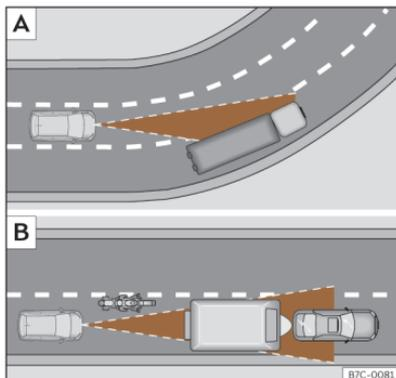

Fig. 112 **A** Véhicule à l'abord d'un virage. **B** Motocycliste circulant à l'avant hors du rayon d'action du capteur radar.
L'ACC pourrait ne pas détecter dans un virage le véhicule précédent, ou pourrait régler la distance par rapport à des véhicules qui se trouvent sur d'autres voie >>> **fig. 112 A**.
- Véhicules circulant de manière non alignée ou en dehors de la zone de détection du capteur, par exemple, des motos >>> **fig. 112 B**.